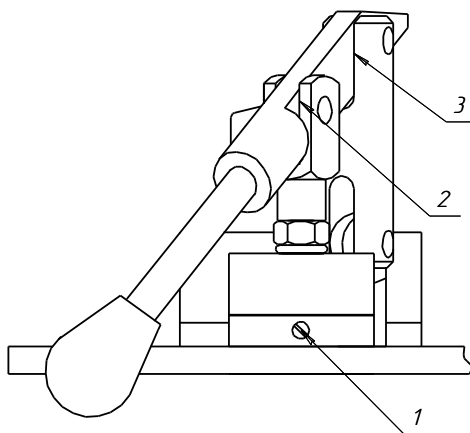

Рисунок 8. Узел ручного насоса
6.8 На ручном насосе открутите винт 1 (рисунок 8) на $\frac{1}{2}$ оборота. Плавно качайте ручным насосом до тех пор, пока из под резьбы винта 1 не перестанут выходить пузырьки воздуха. После этого закрутите винт 1 с небольшим усилием.